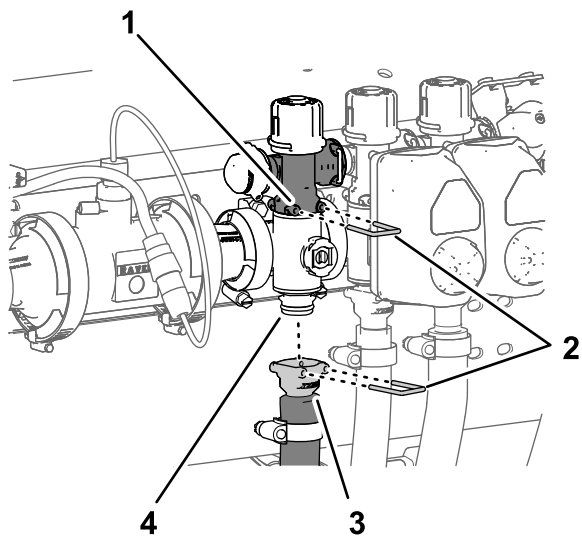

Рисунок 110
- Снимите штифт быстроразъемного соединения, который крепит быстроразъемный соединитель перепускного клапана секции к коллекторному клапану секции (Рисунок 110).
- Снимите штифт быстроразъемного соединения, который крепит быстроразъемный соединитель шланга подачи секции к коллектору быстроразъемного штуцера на коллекторном клапане секции (Рисунок 110).